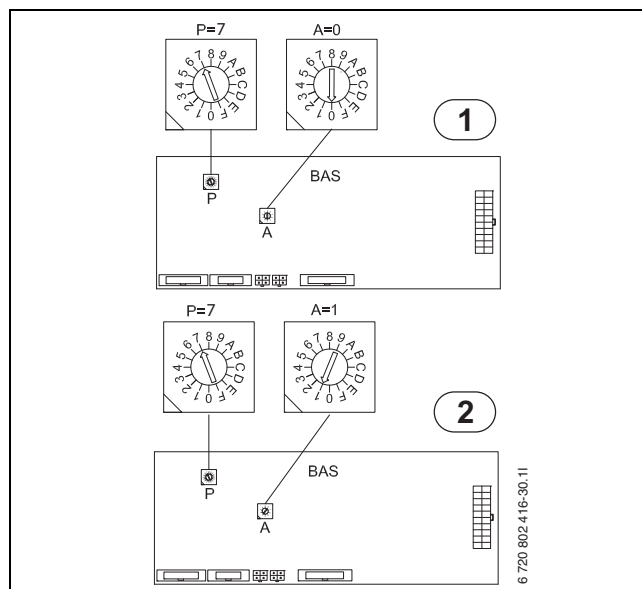

Рис. 74 Адресация теплового насоса 1 и 2 при каскадном подключении.
6. 6)Измените адрес платы BAS (тепловой насос 2) с A=0 на A=1 (→рис. 74). Установите терминирующий переключатель на плате PEL (тепловой насос 2) в положение "Term".